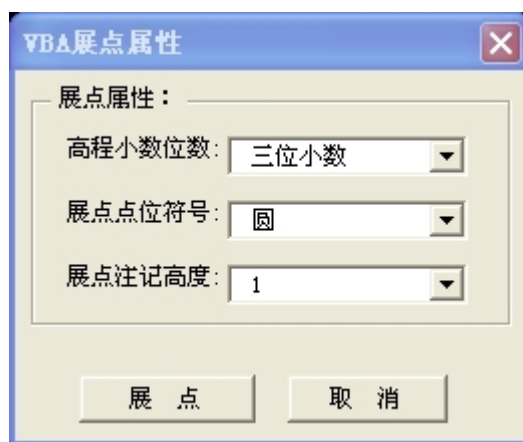

图 3-6
1、 点击【数据处理】【CASS 数据展点】出现图 3-6;